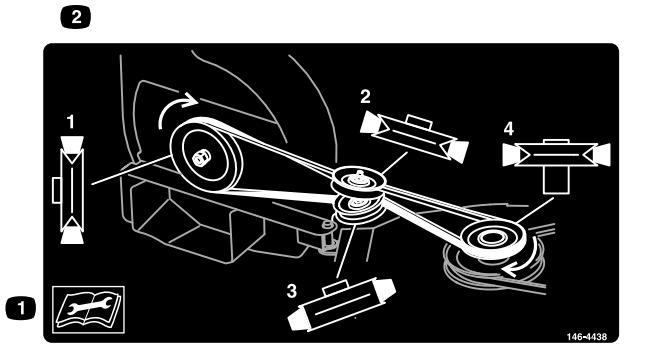

Figura 29
8. Instale a correia em torno do soprador e das polias intermédias, como se mostra na Figura 29. Coloque a correia na ranhura em V da polia do soprador. Mantenha a correia esticada e rode lentamente a polia à mão.